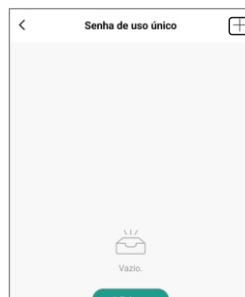

Figura 31
6. Selecionando o tipo de código desejado, clique no símbolo de "+" (figura 31) no canto superior direito para criar um novo código.